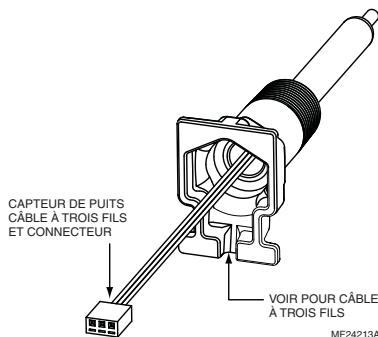

Fig. 4. Capteur de puits montrant le câble à 3 fils et sa voie de passage.
2. S'assurer que le câble à trois fils du puits est recourbé dans sa voie (comme indiqué dans la Fig. 4) et insérer le fil à trois broches du puits du le